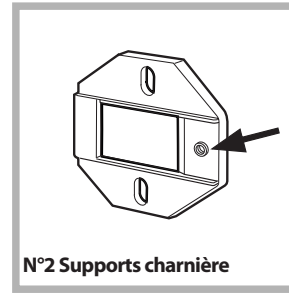

Fig. 1
- Montez les supports de la charnière sur la façade, en positionnant le trou indiqué par une flèche dans la *fig. 1* vers l'intérieur de la façade et interposez une cale (*fig. 4/B*). Utilisez les vis type **C**.